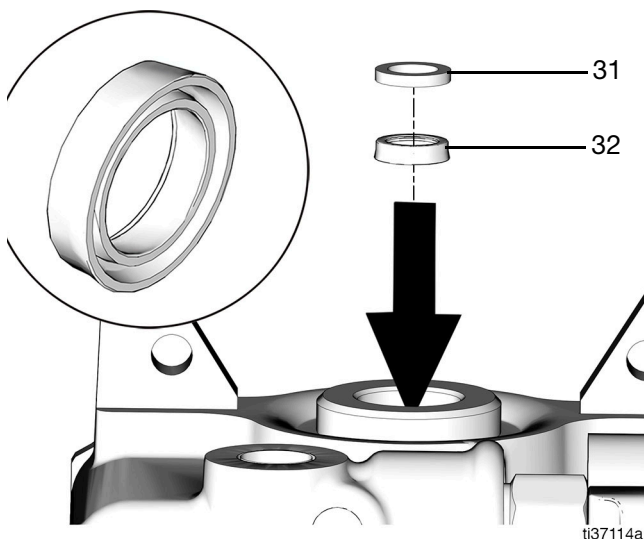

図 50
1. 下向きにポンプハウジング、リップの中にスロートシール (32)(U カップ) を配置してください (図 50)。
2. スロートシール (32)(U カップ) の上部にブロンズワッシャ (31) を配置してください (図 50)。